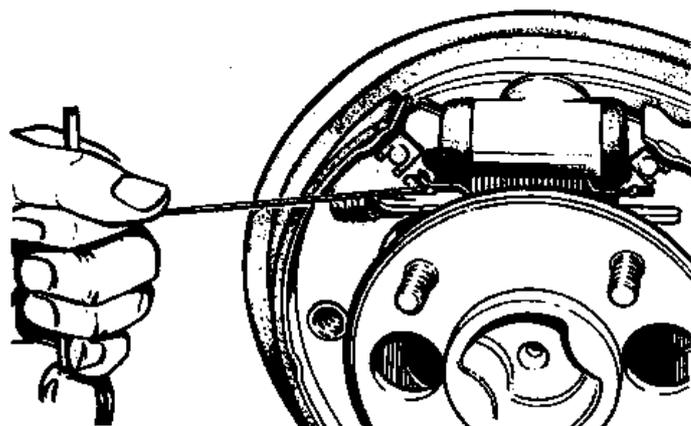

Рис.9.7. Отсоединение возвратной пружины колодки (Разд.8)
4. При помощи проволочного крючка отсоедините возвратные пружины обеих тормозных колодок (Рис.9.7).